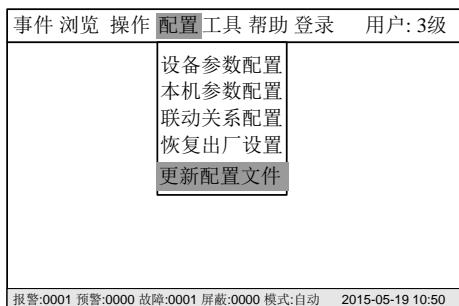

图 22-2
- 按“→”键选择“配置”子菜单（图 22-2），选择“更新配置文件”，然后按“OK”键。